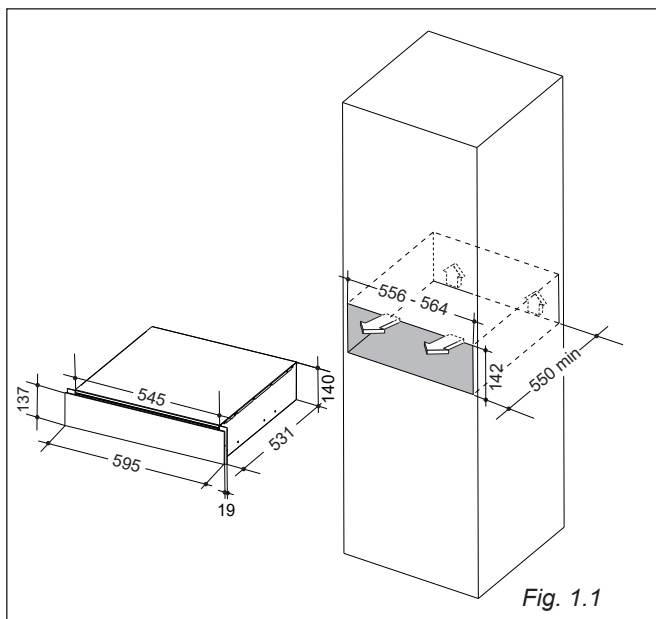

Fig. 1.1
- L'installation nécessite un compartiment spécial, comme illustré aux figures 1.1 ou 1.2. Sur la face inférieure, le tiroir doit reposer sur des supports pouvant supporter le poids du tiroir.